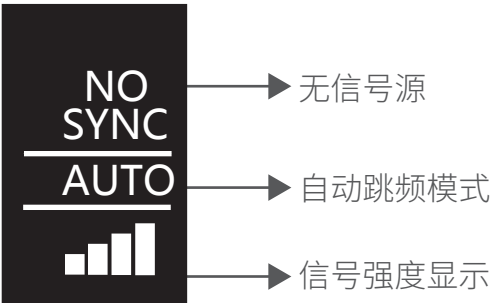

图1
发射器与接收器显示内容一致。如图1)
- (1) 将穿越500发射器 的SDI IN/HDMI IN接口与摄像机或视频输出设备的SDI OUT/HDMI OUT连接。
- (2) 将穿越500接收器的SDI OUT /HDMI OUT接口与监视器或切换台SDI IN /HDMI IN连接。
- (3) 接通穿越500发射器与接收器的电源，“Power”灯亮起，OLED屏幕显示“WAIT ...”后跳转开机界面，如图1；